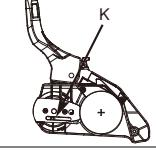

Bild. 3F
10. Drehen Sie den Knauf (J) ENTGEGEN DEM UHRZEIGERSINN, bis der SCHAFT (K) am Endes eines Laufwegs angekommen ist. (Bild. 3F)
12. Befestigen Sie die Schraube (N) und folgen Sie der Anweisung unter 13, um die Kettenspannung einzustellen.